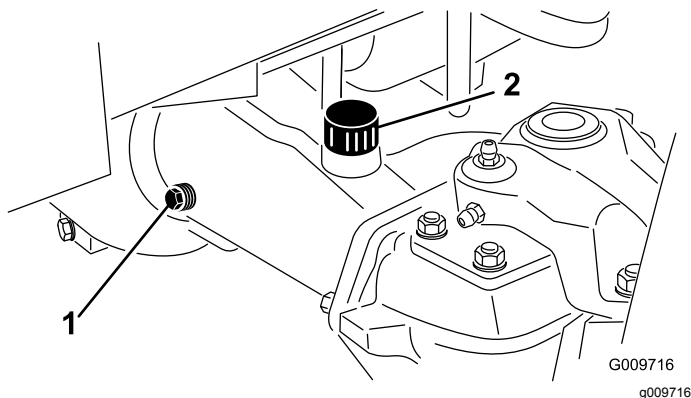

Bild 69
2. Entfernen Sie eine Prüfschraube aus einem Ende der Achse (Bild 69) und stellen sicher, dass das Öl die Unterseite des Lochs erreicht.
3. Entfernen Sie bei niedrigem Ölstand die Füllschraube (Bild 69) und füllen genug Öl ein, um den Stand bis an die Unterseite der Prüfschraubenöffnungen anzuheben.